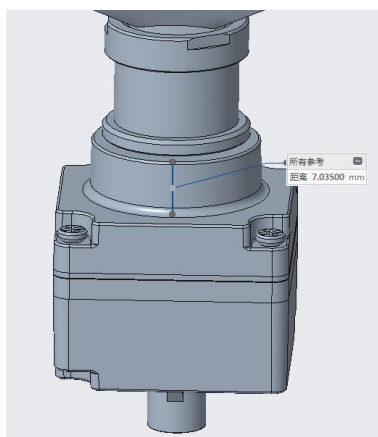

图 4
- AA 镜头，不同 AA 镜头对应法兰后焦高度不一样，镜头座突出高度具体要参考 3D 数据，如图 4 高度（7.0350 mm）是不确定的，需要根据 AA 镜头法兰位置决定。